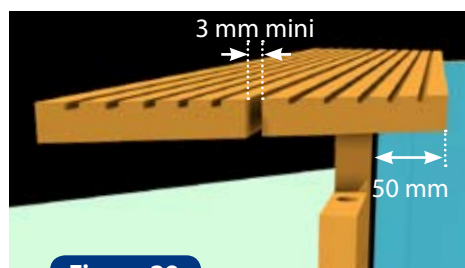

Figure 29
- Faites dépasser la margelle de 50 mm vers l'intérieur (de façon à créer un «casse vague») (figure 29).